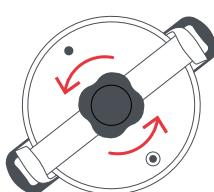
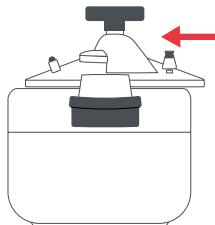

Fig. 7
Fig. 8
2 Avec le bouton de serrage (33) placé sur la position inférieure (tournez-le dans le sens contraire aux aiguilles d'une montre) (Fig. 7), posez le couvercle (1) sur la cuve (11) (Fig. 8) en emboitant les extrémités de l'étrier (35) dans les oreillons (37) et assurez-vous que tout s'emboîte correctement en passant vos doigts tout autour.
Une fois la pression libérée, ouvrez l'autocuiseur en faisant pivoter le bouton de serrage (33) dans le sens contraire aux aiguilles d'une montre, jusqu'à ce que l'étrier (35) soit sur sa position la plus basse (Fig. 7). Faites glisser le couvercle (1) horizontalement pour le retirer complètement. Ouvrez l'autocuiseur avec précaution. Gardez une certaine distance entre votre corps, votre visage et l'appareil, car celui-ci peut encore contenir de la vapeur chaude.